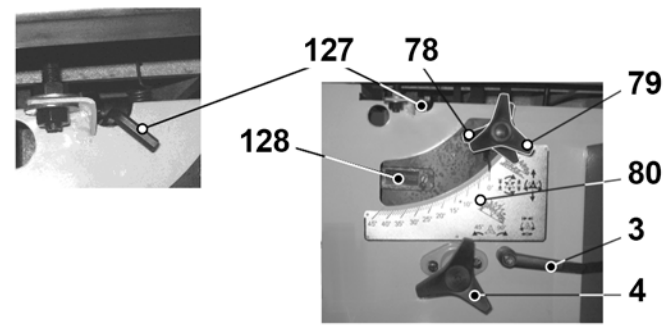

Рис. 31
9.3. Пиление с подрезным диском, Рис. 31 - 33
9.3.1. Для пиления с подрезным диском (78) шестигранный ключ (127) через отверстие корпуса станка, Рис.31, вставьте в шляпку болта. Поворотом шестигранного ключа (127) поднимите подрезной диск (78).